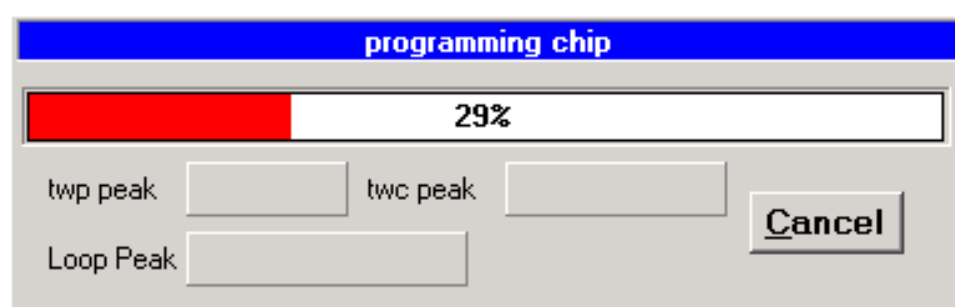
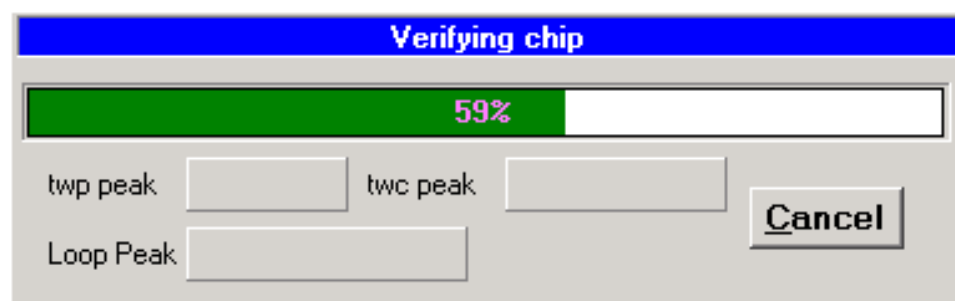

Рис. 4. Окно записи микросхемы.
Рис. 5. Окно сравнения содержимого буфера и микросхемы
**[Program/Test RAM]** записывает содержимое буфера в микросхему (прошивает её). Те же действия возможны при нажатии кнопки . Данное действие возможно, если Вы предварительно загрузили в буфер какую-либо информацию. В противном случае в строке состояния появится сообщение «Please load some information to program», предлагающее загрузить в буфер какую-нибудь информацию. При записи появляется окно «Programming Chip» (см. рис. 4). Нажав кнопку «Cancel» можно остановить процесс записи. После успешной записи автоматически запускается процесс проверки её результатов. Программа сравнивает содержимое буфера и микросхемы. При сравнении появляется окно «Verifying Chip» (см. рис. 5). Нажав кнопку «Cancel» можно остановить процесс
**[Compare/Verify]** сравнивает содержимое микросхемы с данными в буфере программы, либо (что то же самое) проверяет, как прописалась только что запрограммированная микросхема. Те же действия возможны при нажатии кнопки . При сравнении появляется окно «Verifying Chip» (см. рис. 5). Нажав кнопку «Cancel» можно остановить процесс сравнения.